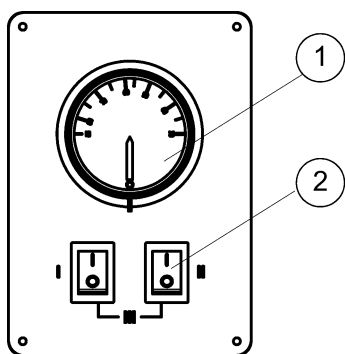

Рисунок 5. Терморегулятор
10.1 Включение прибора выполняется через внешний автоматический выключатель **QF** и включением клавиш **I, II** терморегулятора (более подробно см. рис.5 и таблицу 4).
10.5 Выбор значения температуры теплоносителя, которую будет поддерживать прибор осуществляется вращением ручки терморегулятора (см. рис. 5). При вращении по часовой стрелки значение температуры теплоносителя увеличивается, при вращении против часовой стрелки значение уменьшается. **Рекомендуемый диапазон регулирования температуры от 40°C до 70°C.**